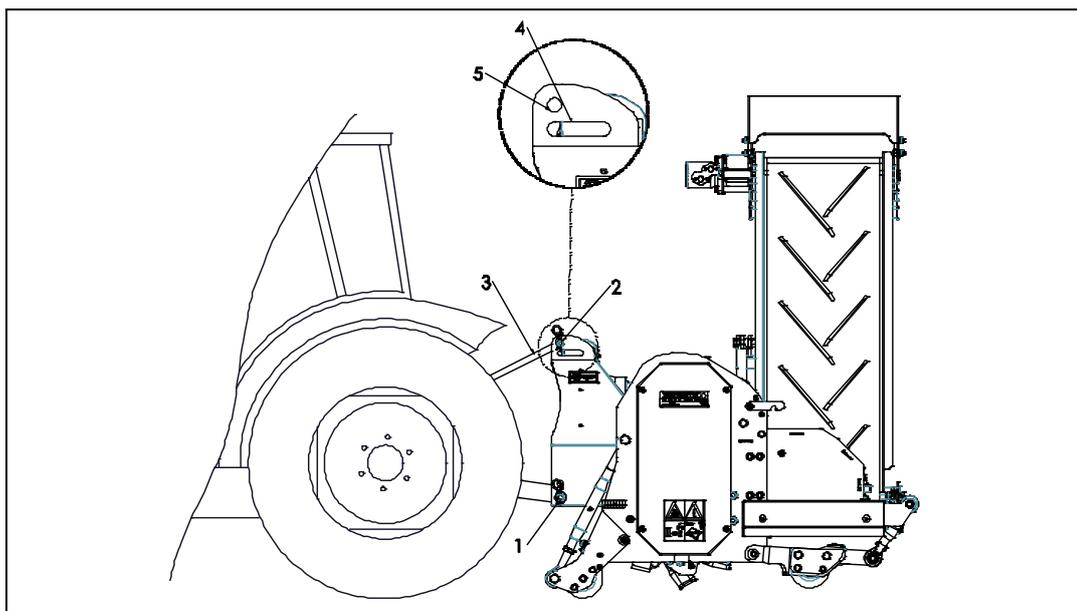

Fig. 9
Il metodo è il seguente: (Fig 9.)
**Assicurarsi che la staffa superiore sia collegata e tesa in modalità di trasporto (posizione 5)! Cfr. capitolo 4.0 fig. 9
6. Se lo si desidera, la staffa superiore può essere posizionata nel terreno seguendo la posizione nel foro scanalato 4 (vedere il capitolo 4.0 fig.9)